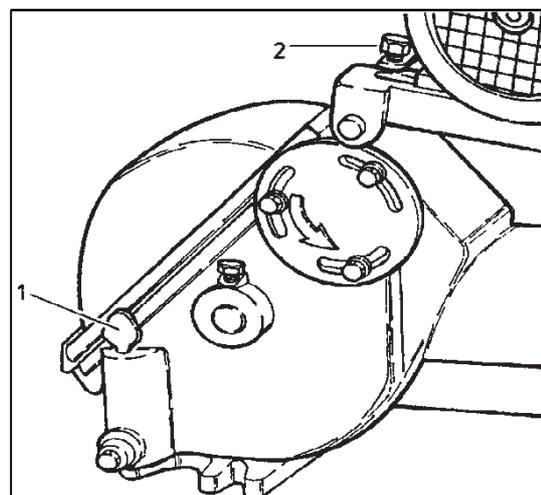

Abbildung 23: Ölstand
Neue Keilriemen müssen nach etwa 4 - 5 Wochen Laufzeit mit der Spannschraube (2) (→ Abbildung 23) nachgespannt werden.